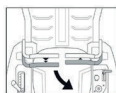

FIG.17B
2. PARA GIRAR A LA IZQUIERDA EN MARCHA ATRÁS, MUEVA LA PALANCA DE CONTROL DE TRACCIÓN DERECHA HACIA DELANTE DE LA PALANCA DE CONTROL DE TRACCIÓN IZQUIERDA. (FIG.17B)